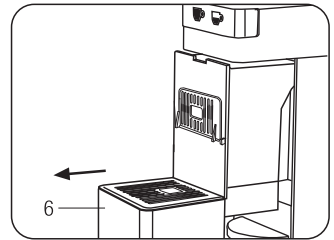

Abb. 11
Der Kapselsammelbehälter kann bis zu maximal 8 Kapseln aufnehmen und muss daher in regelmäßigen Abständen geleert werden, um zu vermeiden, dass sie sich verklemmen können. Um den Kapselbehälter (6) zu leeren, diesen herausnehmen (Abb. 11).